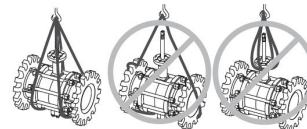

Abb. 1. Ordnungsgemäßes Anheben der Ventile
4. Das Ventil darf nur am Ventilkörper angehoben werden. Es darf nicht am Stößel, Oberteil, Flanschanschlüssen oder Flanschlöchern. (Siehe Abb. 1 für ordnungsgemäße Anhebungsmethoden.)